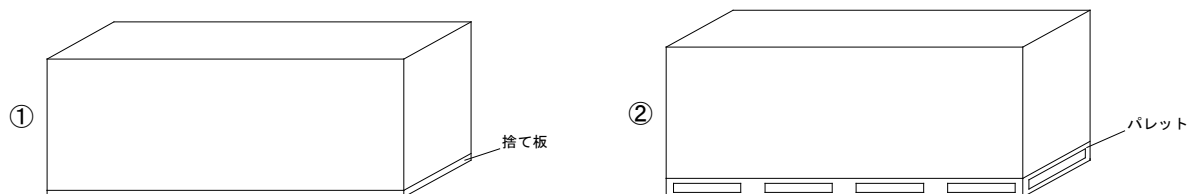

図 1 タイガーEX ハイパー保管概略図
- ・タイガーEX ハイパーの保管は、波打ちや反りを防止するため高さのそろった台上にボードの縁が台からはみ出ないようにしてください（図 1 参照）。また、各山の一番上のボードは裏面を上面とし、タイガーEX ハイパーを屋外で保管する場合は、必ずパレット積みとしてください。